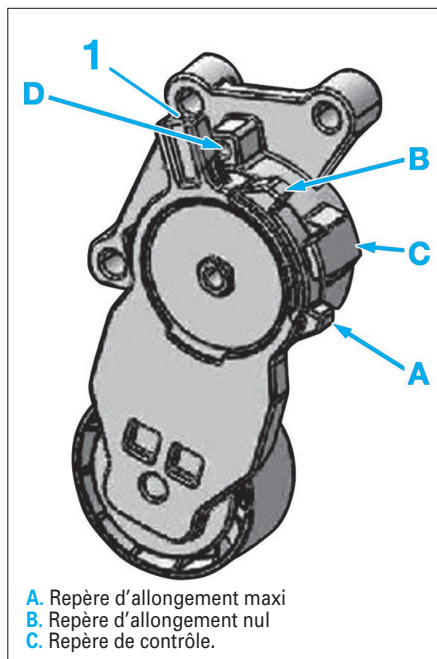

Fig. 2
Le tendeur dynamique de courroie d'accessoires permet le contrôle de l'allongement de la courroie, la coïncidence des repères (A) et (C) (Fig.2) implique son remplacement.
- Comprimer le galet tendeur dynamique en agissant en (1) (sens horaire) à l'aide de l'outil [1] (Fig.2).
- Bloquer le galet tendeur à l'aide de l'outil [2] en (2).